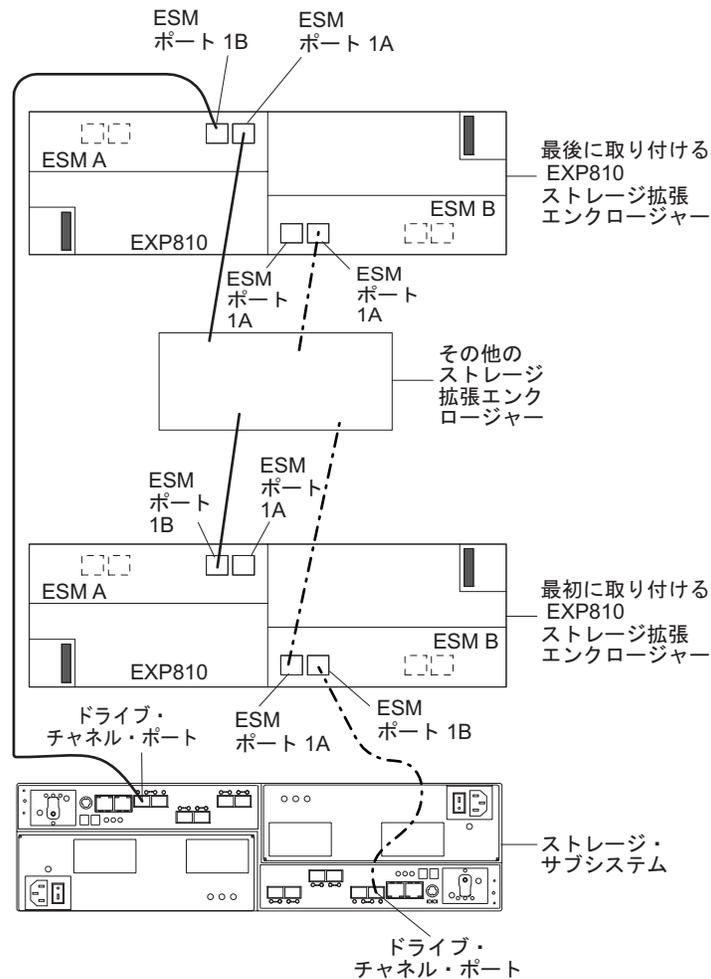

図 44. 1B とラベルされた EXP810 ESM ポートに接続された DS3950 ドライブ・ポート
10. DS3950 ストレージ・サブシステム・コントローラーのコントローラー・ドライブ・ポートは、常に、DS3950 ストレージ・サブシステムに接続された冗長ドライブ・チャンネル/ループのペアにある EXP810 の左右両方の ESM で 1B とラベルが貼られたポートに接続する必要があります。図 44 に、ポートの位置が示されています。